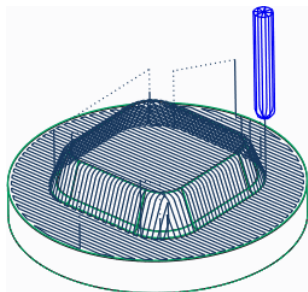

图 3.15.6 带有横切的直切
- **加工选项** 下拉列表：用于选择加工区域的切削类型组合，其余各项的加工效果分别如图 3.15.6、3.15.7、3.15.8 所示。